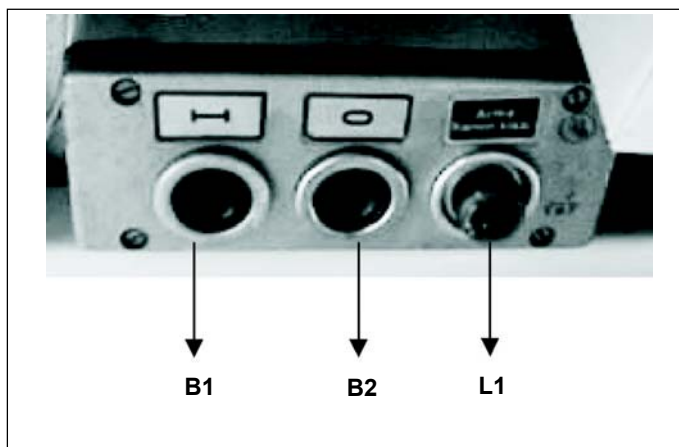

Fig 4-5. Caixa de canhão pronto
**e. Caixa de canhão pronto** (Fig 4-5) - Localizada à esquerda do auxiliar do atirador, é composta de: